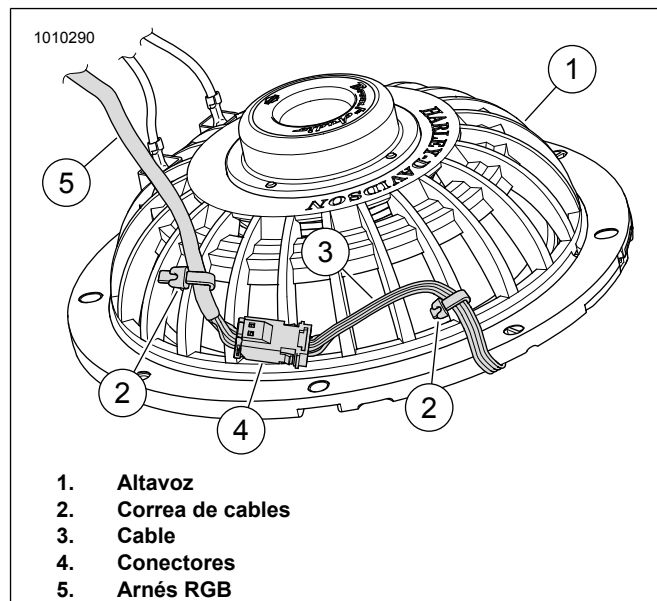

Figura 30. Parte trasera del altavoz, cable y amarre de cables
a. Consulte la Figura 30. Una los conectores (4) del motor de la luz al arnés RGB.
b. Pase el cable del motor de la luz (3) a lo largo de la parte trasera del altavoz (1) como se muestra. Para estabilizar los conectores (4), asegure el cable del motor de la luz (3) y el arnés RGB (5) con correas de cables (2) como se muestra.